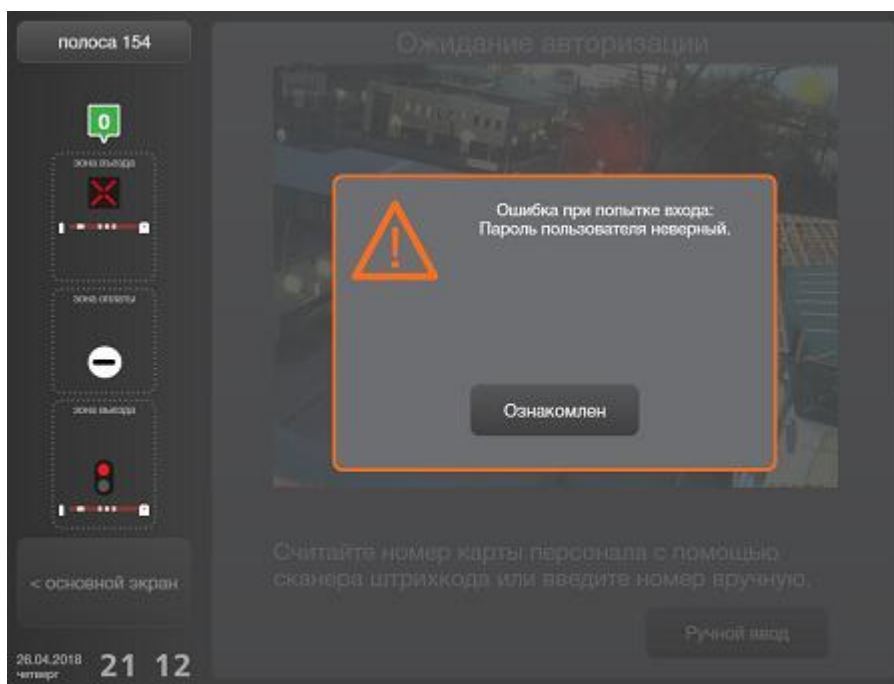

Рисунок 23. Ошибка ввода пароля
- В случае ошибки ввода пароля отобразится сообщение об ошибке (рис. 23), закрыть которое можно нажатием на кнопку **[Ознакомлен]**. Необходимо повторить шаги авторизации еще раз, обратив внимание на правильность ввода пароля.